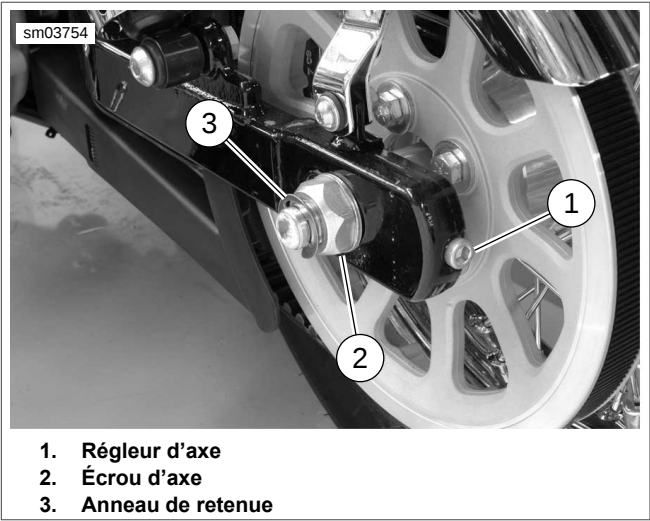

Figure 1-30. Régulateurs d'axe (côté gauche illustré)
1. Voir Figure 1-30. Retirer l'anneau de retenue (3) et desserrer l'écrou d'axe (2).
2. Ajuster la tension de la courroie en tournant les régulateurs d'axe (1) du même nombre de tours pour maintenir la roue